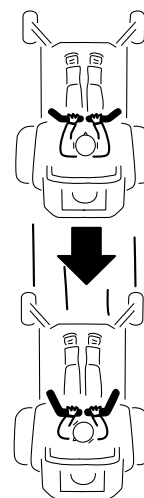

Figure 17
2. Pour vous déplacer en marche arrière, tirez doucement les leviers en arrière (Figure 17).
Pour vous déplacer en ligne droite, appliquez une pression égale sur les deux leviers de déplacement (Figure 17).